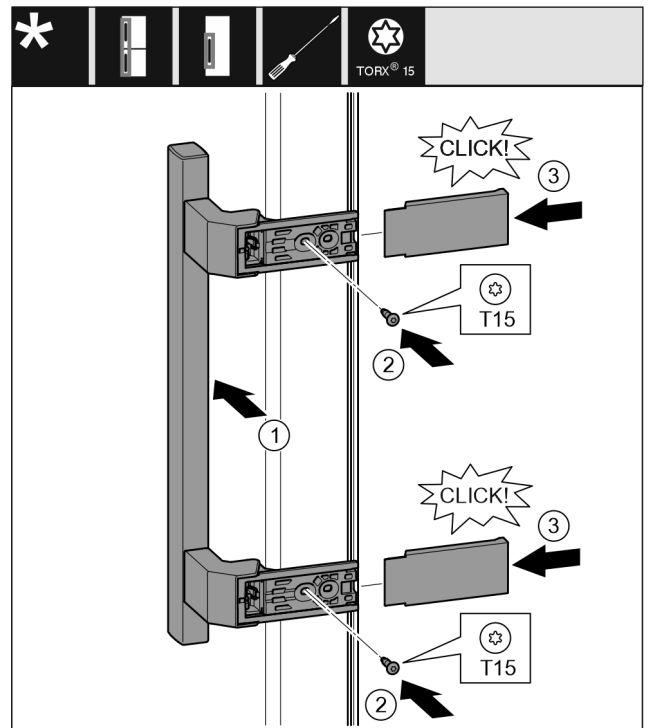

Fig. 40
- Griff auf der Gegenseite ansetzen. Fig. 40 (1)
- Die Schraublöcher müssen genau übereinander liegen. Fig. 40 (2)
- Schrauben mit Schraubendreher T15 festschrauben. Fig. 40 (2)
- Abdeckungen seitlich ansetzen und aufschieben. Fig. 40 (3)